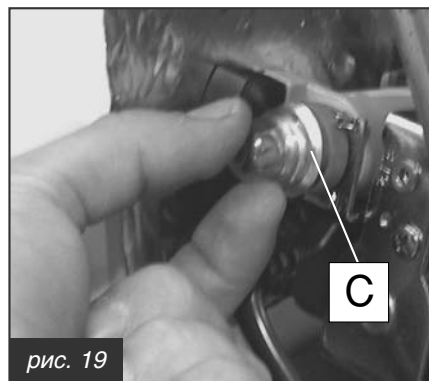

рис. 19
- снять пластиковый колпачок **С** с бобины модулятора газового клапана (рис. 19), который предохраняет винты регулировки давления;